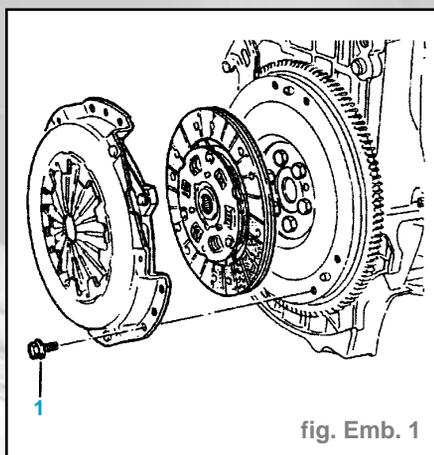

fig. Emb. 1
- Déposer (fig. Emb. 1) :
- les vis de fixation (1),
- Serrer les vis (1) à **1,5 daN.m** (fig. Emb. 1).
- Serrer les vis (1) à **2 daN.m** (fig. Emb. 1).